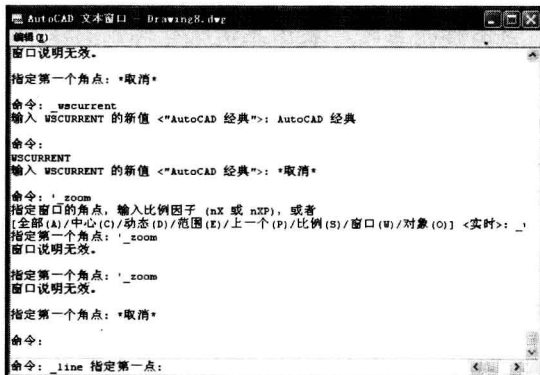

图 1-4 文本窗口
- 对当前命令窗口中输入的内容可以按 F2 键用文本编辑的方法进行编辑，如图 1-4 所示。AutoCAD 文本窗口和命令窗口相似，它可以显示当前 AutoCAD 进程中命令的输入和执行过程。在执行 AutoCAD 某些命令时，它会自动切换到文本窗口，列出有关信息。